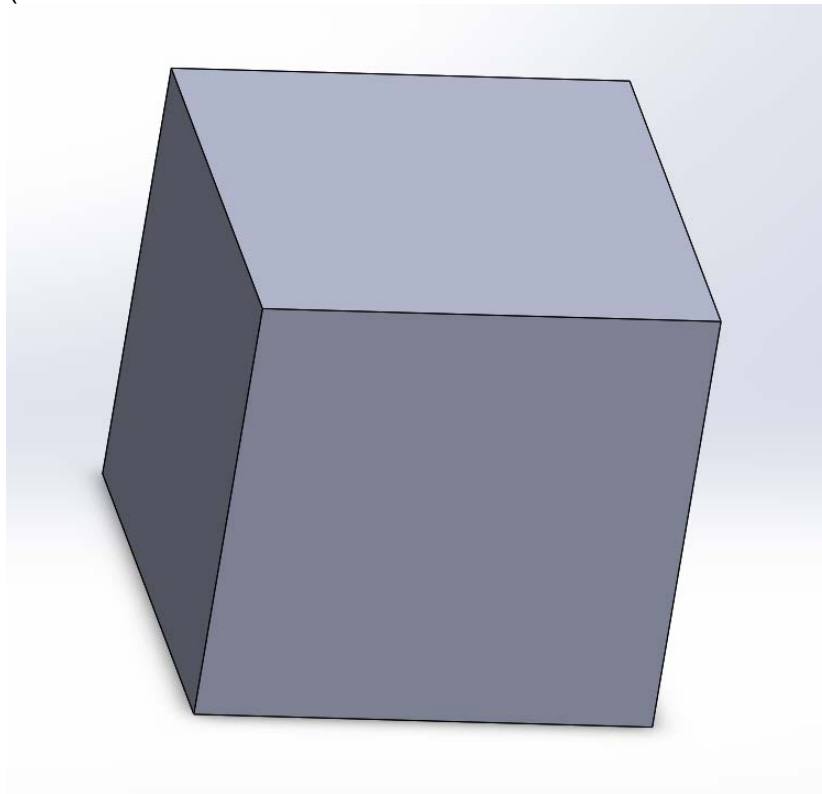

Ilustración 5.16 Cubo diseñado en SolidWorks
- a. Dibujar nuestra pieza de acrílico, cubo de 50mmx50mmx50mm (ilustración 5.16)